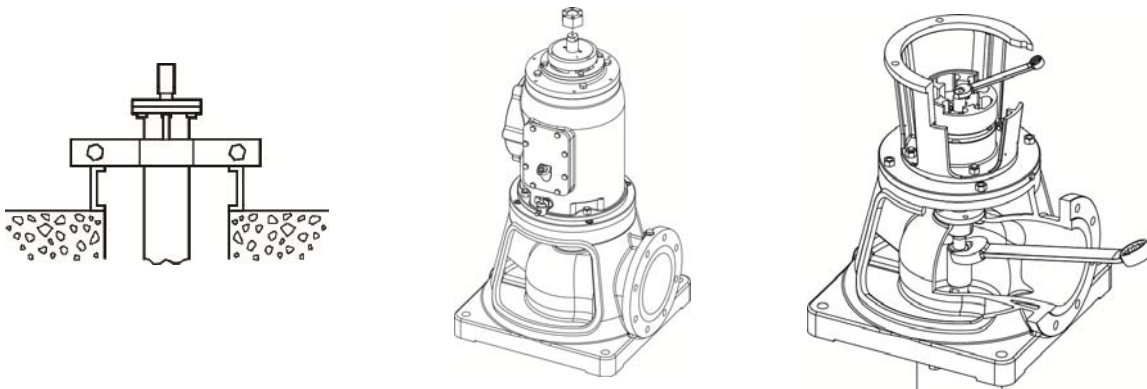

Abbildung 9
- Am Gewinde des unteren Endes der Welle des Kopfs eine dünne Schicht Grafitfett auftragen (dieses Gewinde befindet sich in der Förderleitung des Kopfs - Abb. 9).
- Die Stellmutter ausschrauben und von seiner Welle nehmen (Abb. 9).
- Über den im oberen Bereich der Welle des Kopfs vorhandenen Schlüssel (Abb. 9) komplett einschrauben.